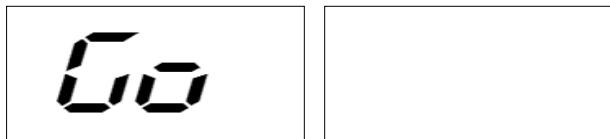

図 F5.5 「回転開始」情報
4) ボタン [P4]  を押すと、図 F5.5 に示すような情報が表示されます。